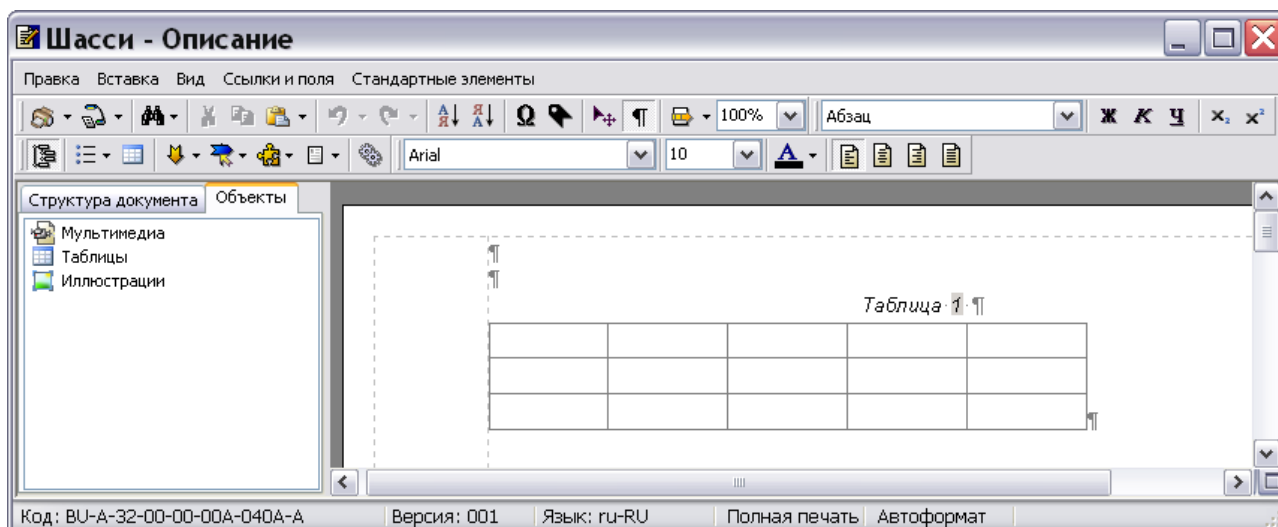

Рис. 5.91
4. После этого у таблицы появится заголовок (Рис. 5.91).